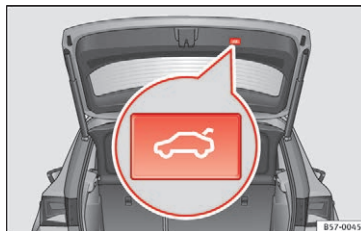

Fig. 129 Bagklap åben: knap til øjeblikkelig lukning af bagklappen
- Tryk et kort øjeblik på knappen  på bagklappen   **Fig. 129.**
Under åbningen eller lukningen af bagklappen lyder der advarselssignaler. Undtagelse: Hvis bagklappen åbnes ved hjælp af grebet eller med en fodbevægelse ved hjælp af Easy Open-funktionen eller lukkes med den dertil beregnede knap  **Fig. 129.**
- Tryk på knappen   **Fig. 129** på bagklappen i mindst 3 sek.